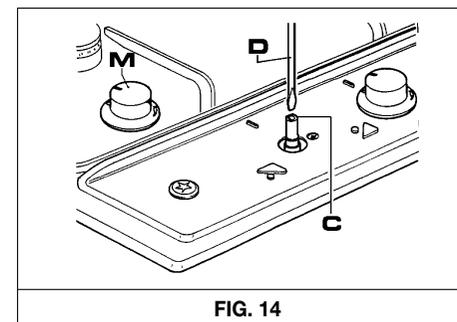

FIG. 14
- Togliere la manopola "M" (fig. 14) del rubinetto fissata per semplice pressione sull'astina dello stesso.
- Introdurre un piccolo cacciavite "D" nel foro "C" (fig. 14) e girare a destra o a sinistra la vite di strozzamento fino a che la fiamma del bruciatore sia regolata convenientemente al "Minimo".